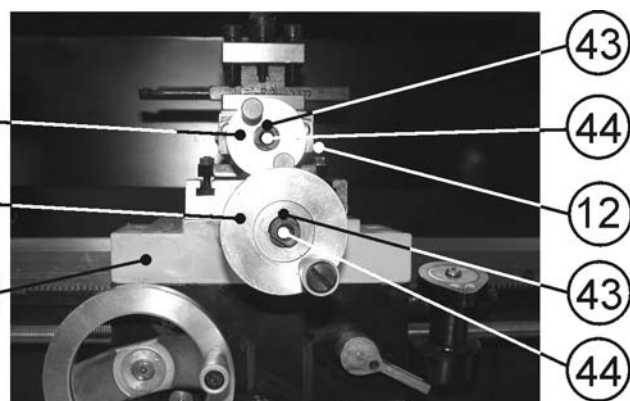

Рис.8
9.4.2. Регулировка перемещения ходового винта поперечного суппорта (13), Рис.8, выполняется также, как и регулировка перемещения ходового винта поворотного суппорта (12) (См. п. 9.4.1).